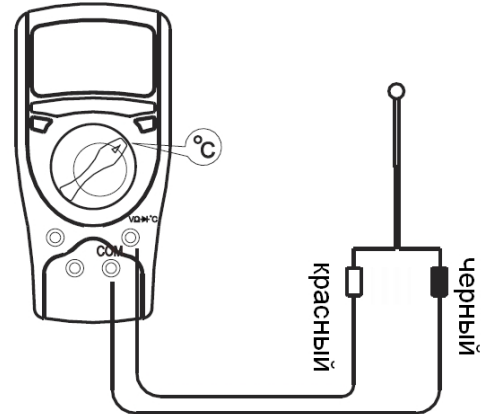

Рисунок 8
**H. Измерение температуры** (рисунок 8)